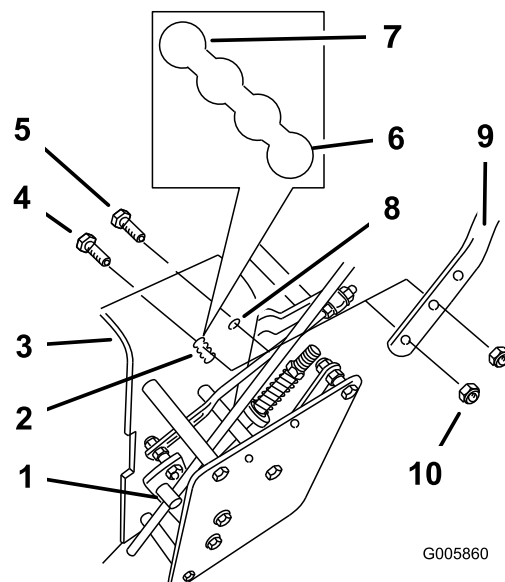

Figura 18
5. Afloje los pernos con arandela prensada (3/8 x 1-1/4 inches) superiores y la tuerca con arandela prensada que sujetan el manillar al bastidor trasero (Figura 18).
6. Retire los pernos con arandela prensada (3/8 x 1 inch) inferiores y las tuercas con arandela prensada que sujetan el manillar al bastidor trasero (Figura 18).